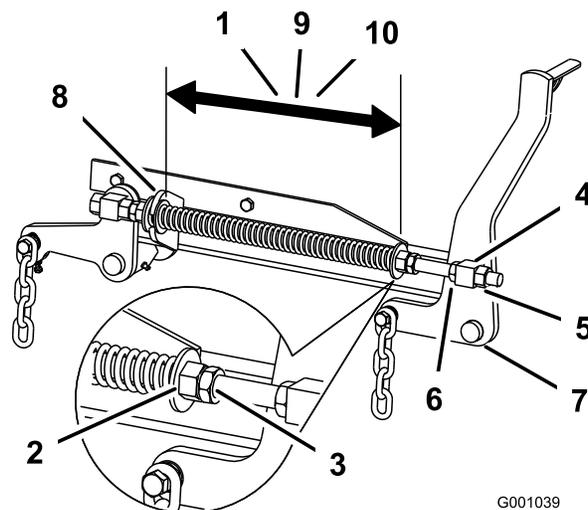

Figure 106
2. Vérifiez que les 2 grandes rondelles sont espacées de 28,2 cm pour les plateaux de coupe de 132 cm, de 26,7 cm pour les plateaux de coupe de 152 cm ou de 29,2 cm pour les plateaux de coupe de 183 cm (Figure 106).
3. Réglez cette distance en desserrant l'écrou de blocage du ressort et en tournant l'écrou devant chaque ressort (Figure 106).
4. Bloquez l'écrou en position en serrant l'écrou de blocage du ressort (Figure 106).